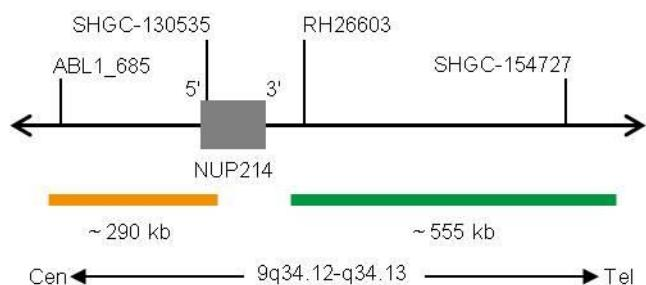

Fig. 1: SPEC NUP214 Mapa da sonda (sem escala)
- Polinucleótidos (~10.0 ng/μl) com marcação ZyGreen (excitação 503 nm/emissão 528 nm), dirigidos ao mapeamento de sequências alvo em 9q34.13* (chr9:134,153,663-134,706,700) distais ao ponto de quebra do gene NUP214 (ver Fig. 1).
- Polinucleótidos (~4.5 ng/μl) com marcação ZyOrange (excitação 547 nm/emissão 572 nm), dirigidos ao mapeamento de sequências alvo em 9q34.12-q34.13* (chr9:133,739,333-134,028,546) proximais ao ponto de quebra do gene NUP214 (ver Fig. 1).